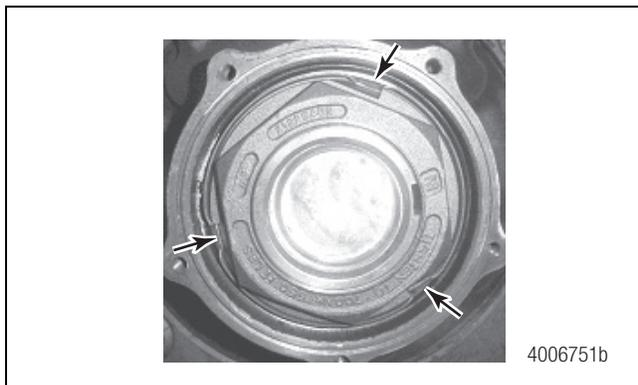
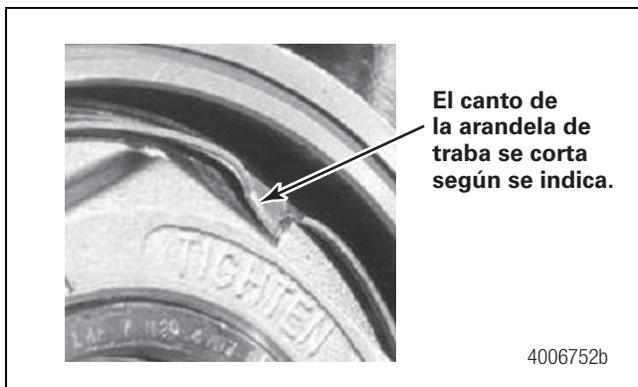

Figura 4.44
Figura 4.45
- Utilice un martillo y una herramienta de trabar (número de pieza AM21225831) para trabar a la tuerca de la espiga la arandela de trabas en **tres** posiciones. Figura 4.44 y Figura 4.45.